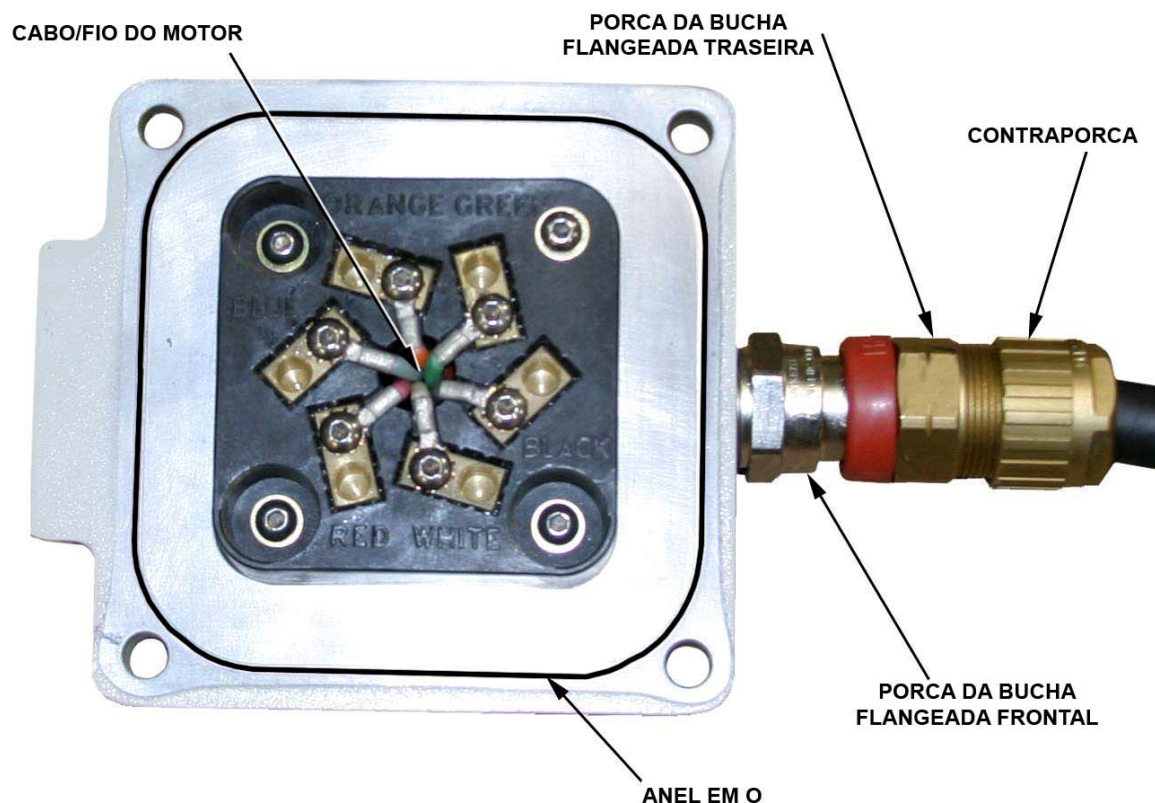

Figura 7-5 Conexões do Cabo do Motor ao Conector de Força
1. Remova a tampa da caixa de distribuição elétrica do motor e descarte o anel em O (Figura 7-5).